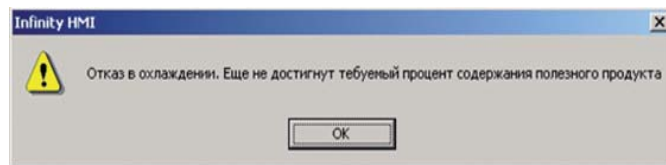

Рис. 10. Отказ в охлаждении.
- Кнопка «Охлаждение» предназначена для запуска процесса охлаждения реактора. Если не выполнено одно из условий успешного запуска процесса, то запуск процесса производиться не будет, а будет выдано сообщение об отказе (рис. 10).